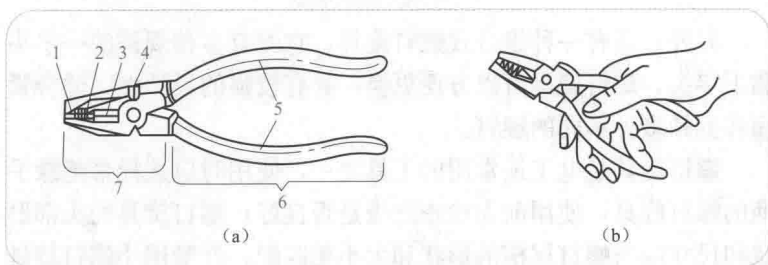

图 1-3 钢丝钳
钢丝钳各部位位置及握法如图 1-3 所示。
(1) 钳柄上必须套有绝缘管。使用时的握法如图 1-3 (b) 所示。
(2) 钳头的轴销上应经常加机油润滑。